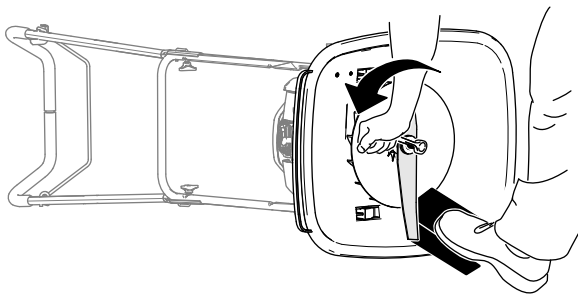

Figura 21
3. Usate un blocco di legno per tenere ferma la lama (Figura 21).
- Utilizzate una chiave per rimuovere la lama ruotando il bullone in senso antiorario (Figura 21).